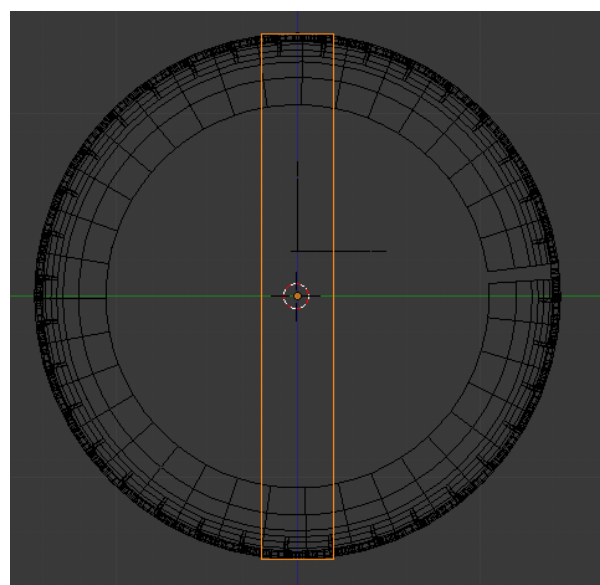

Figura 5.94
24. Na janela Right Ortho, seleccione o Bezier Circle, caso esteja escondido, recorra à janela Esquemático para o seleccionar, e escale-o à dimensão do cubo, **[S]**, figura 5.94.